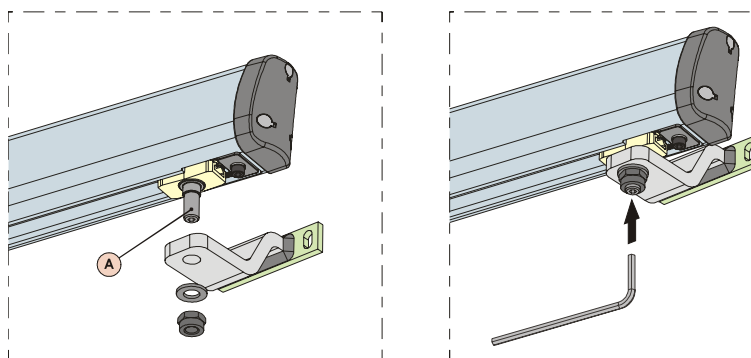

Fig. 11
4) Assembleer de voorste beugel zoals aangegeven op fig.11. Aan de onderkant van de bevestiging is een zeshoekige uitsparing CH=5 gemaakt (fig. 11 ref. A) om de montage te vergemakkelijken.